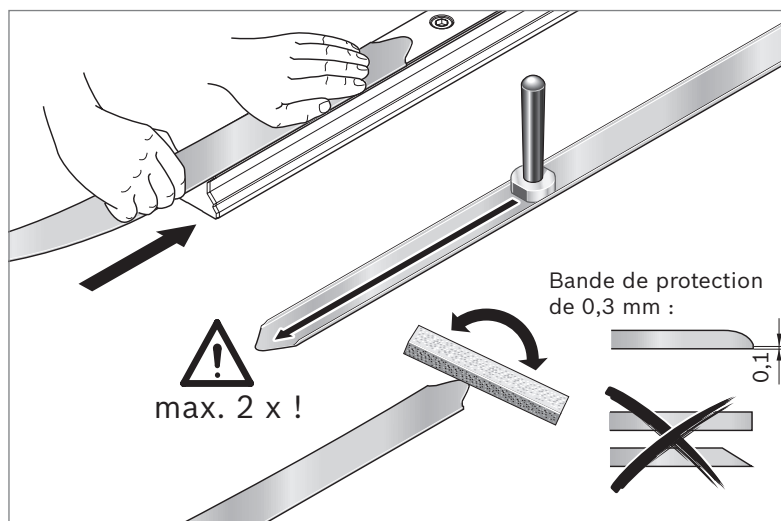

Fig. 49: Contrôle de la section mobile
- ▶ Avant le montage, s'assurer que la languette est légèrement pliée vers le bas de manière à pouvoir la pousser simplement sous les lèvres d'étanchéité du guide. ➡ Fig. 49